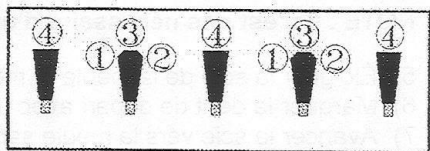

FIGURE 26
Scies à profils chanfreinés : Commencer par faire les profils chanfreinés, faire ensuite la section à 0° des profils chanfreinés et terminer par les dents à profils réguliers qui sont généralement plus bas de 0.010" à 0.015". L'affûtage complet nécessite 4 passes : (1), (2), (3) et (4) (Fig.26).